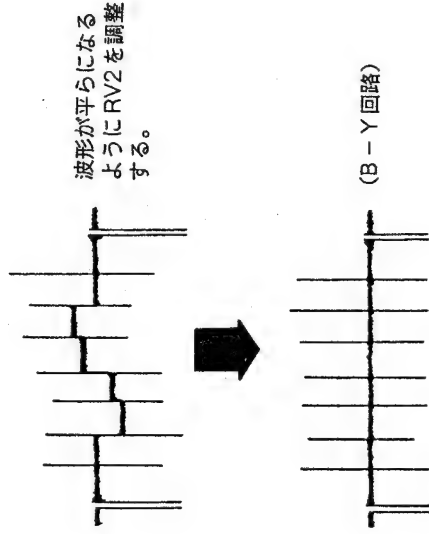

図 11-2
- 4. オシロスコープの感度を 20mV/Div にして、出力波形が同レベルになるように、BC 基板の RV2 を調整する。(図 11-2 参照)